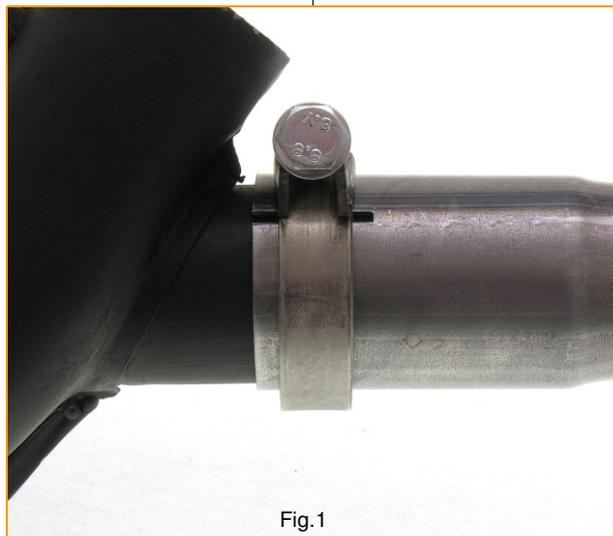

Fig.1
- The heat exchanger and header are joined with 41mm bandclamps. (Fig.1)
Muttern gleichmäßig mit 20 Nm angezogen werden. Wärmetauscher und Krümmer werden mit den 41 mm Band-schellen verschraubt. ( Fig.1)